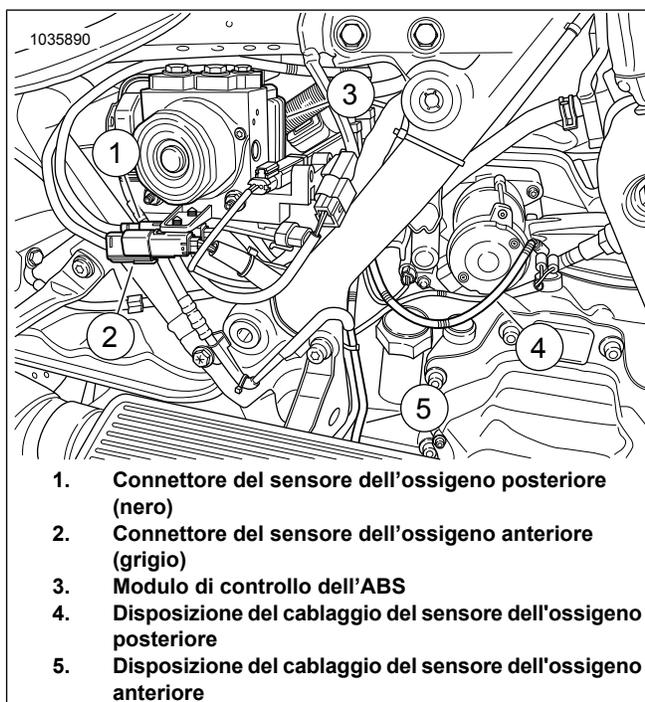

Figura 16. Disposizione del cablaggio del sensore ATM
16. Vedere Figura 16. Sensore dell'ossigeno anteriore (5, guida lunga del cablaggio):
- Dal sensore posteriore, far passare e fissare il cablaggio dell'ossigeno lungo la parte superiore della trasmissione (4). Installare il numero di fascette fermacavi necessario.